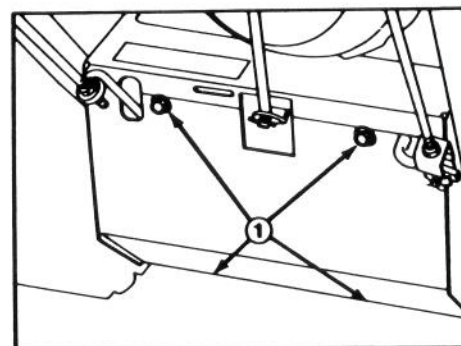

Figure 29
1. Enlevez les quatre vis à tête qui fixent la garde inférieure au châssis. Enlevez la garde (Fig. 29).